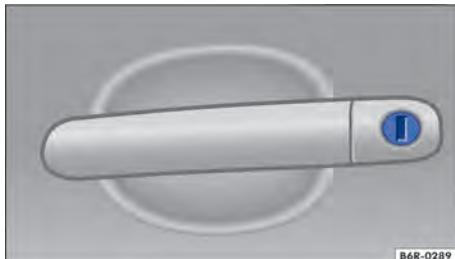

Fig. 48 Maçaneta da porta do condutor com cilindro de fechadura.
- Introduzir a haste da chave no cilindro da fechadura e destravar ou travar o veículo → Fig. 48.